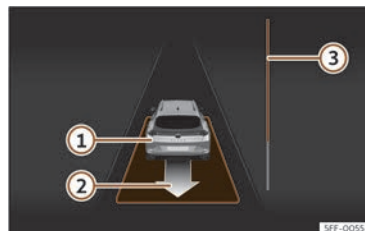

Fig. 162 Sur l'écran du combiné d'instruments : sortir d'une place de stationnement en créneau.
- Reculez jusqu'à ce que retentisse le signal continu du ParkPilot ; **OU** : reculez jusqu'à ce que l'indication de passer en marche avant apparaisse sur l'écran du combiné d'instruments. La barre de progression >>> **fig. 162** **③** indique la distance à parcourir.